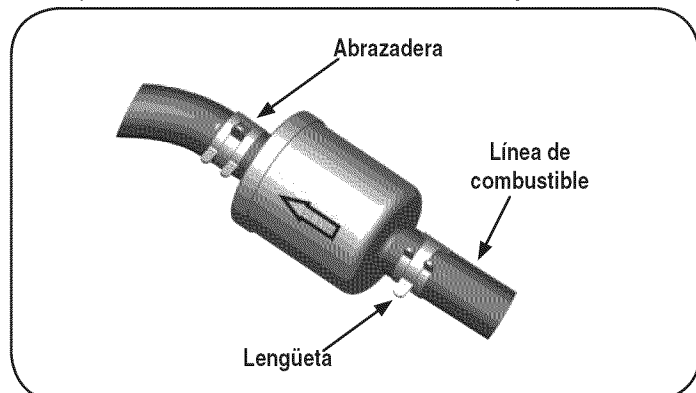

Figura 29
- Use tenazas para apretar las lengüetas de las abrazaderas, luego deslice las abrazaderas alejándolas del filtro de combustible. Tuerza y separe las líneas de combustible del filtro. Vea la Figura 29.